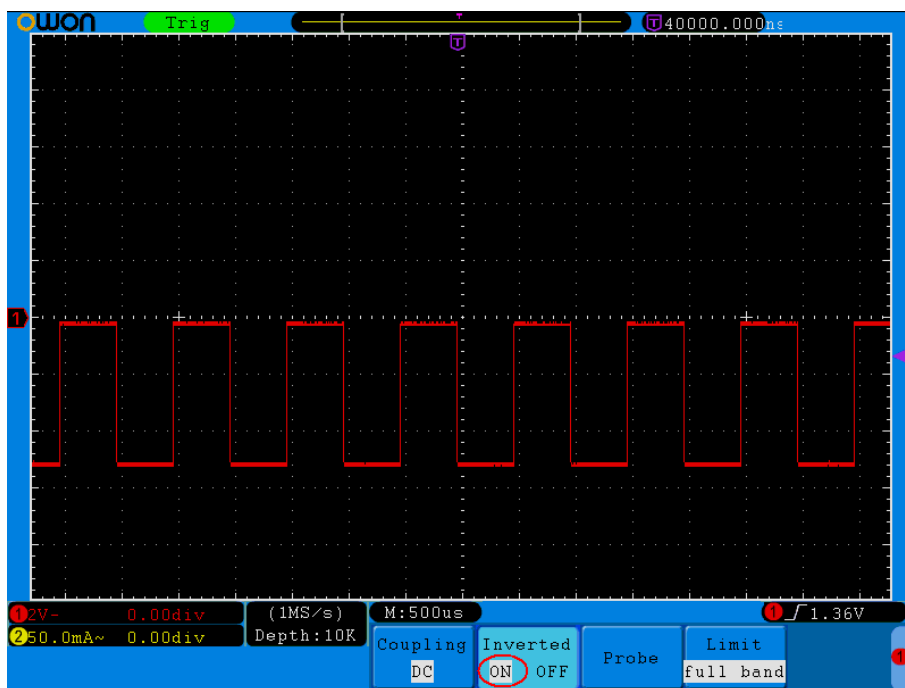

Рисунок 5-7. Инвертированная осциллограмма
- (1) Нажмите CH1 MENU для открытия CH1 SETUP.
- (2) Кнопкой H2 задайте Inverted = ON. Осциллограмма инвертируется (рисунок 5-7).